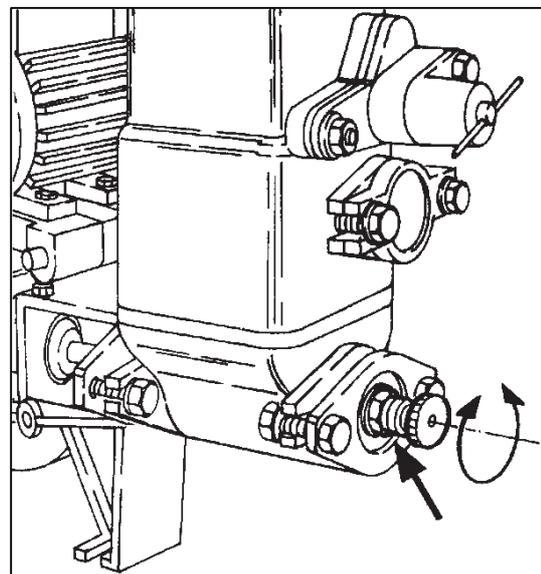

Abbildung 23: Luftpolsterergänzung
**i** Bei Erreichen des Ausschaltendrucks der Anlage beträgt das Normalverhältnis Luft/Wasser = 1/3 Luft und 2/3 Wasser. Die Luftergänzung erfolgt durch Aufdrehen des Schnüffelventils (→ Abbildung 23).